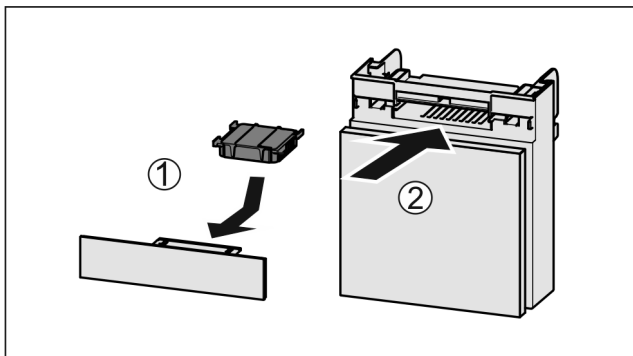

Fig. 73
- ▶ Filtr s aktivním uhlím vložte podle vyobrazení Fig. 73 (1).
- ▶ Zásuvku zasuňte Fig. 73 (2).